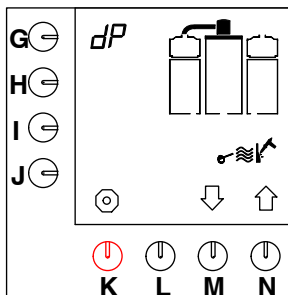

Fig. 15 Start kaffebryggerens afkalkningsprogram
- Afkalkningsprogrammet vises i displayet (fig. 15).
- Hold programmeringsknappen (G.) nede, indtil fig. 15 vises i displayet igen.